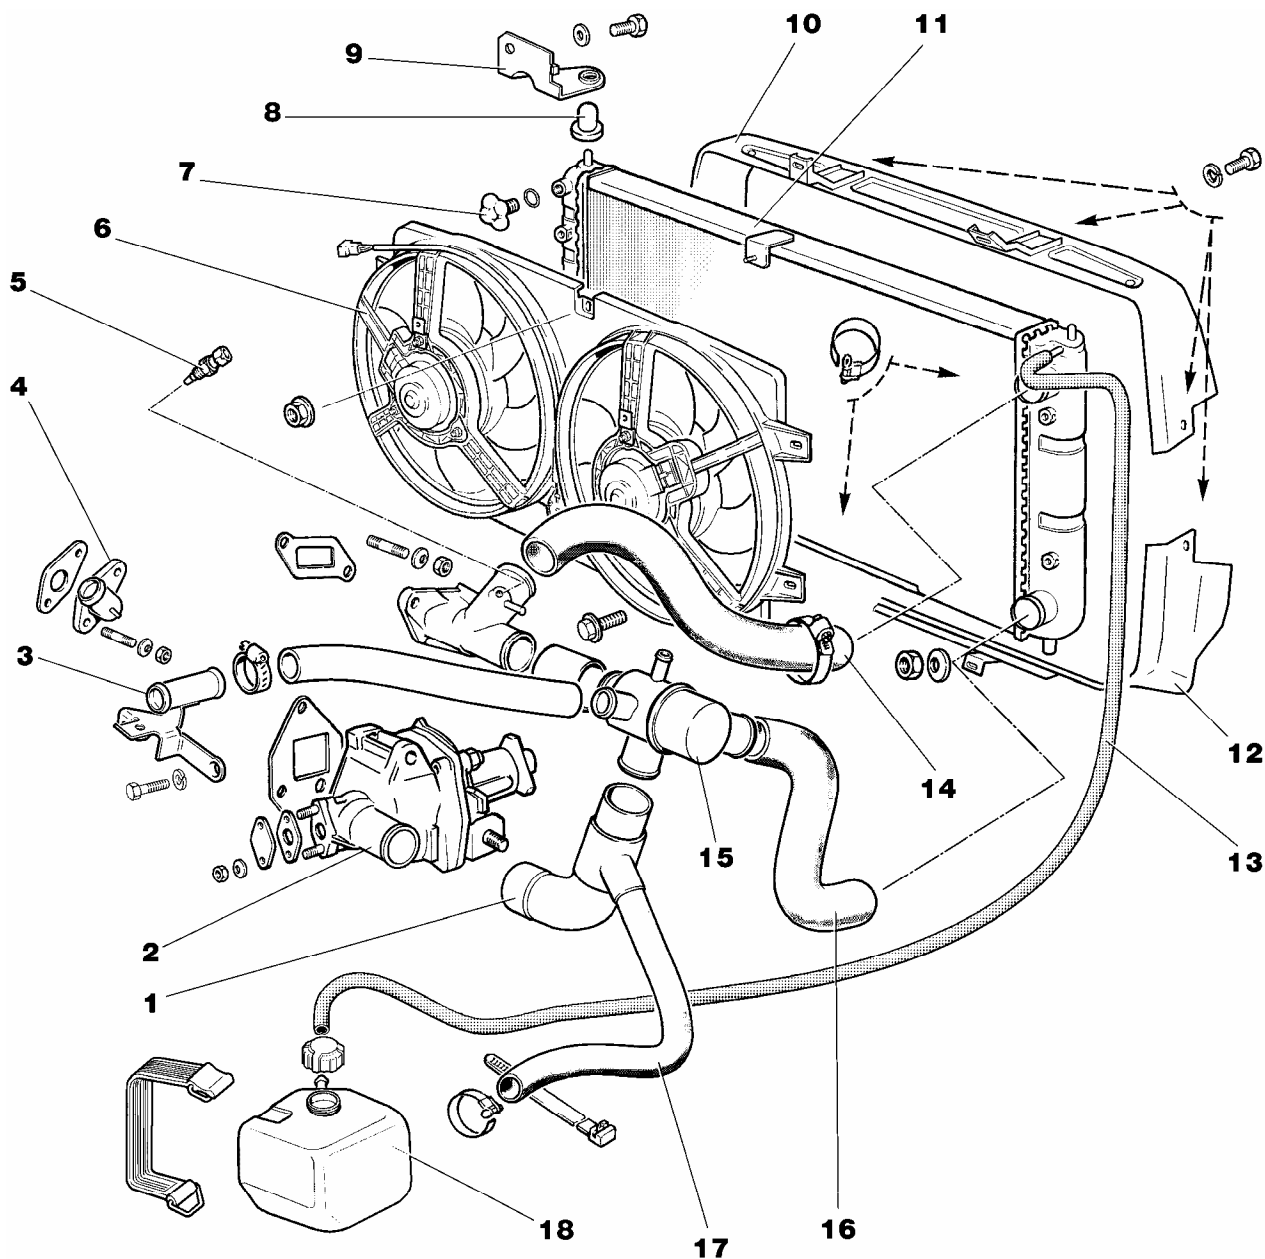
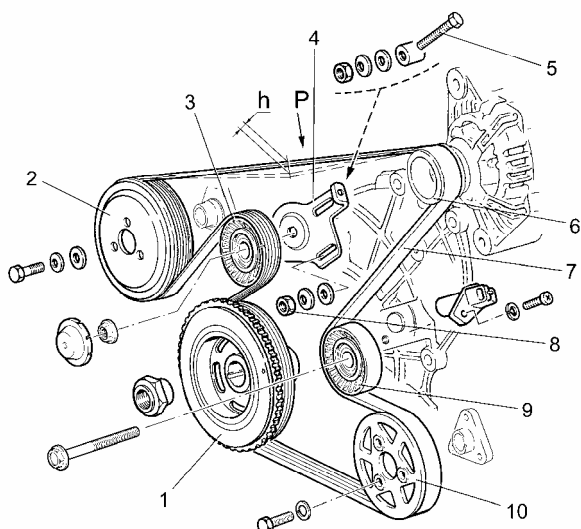
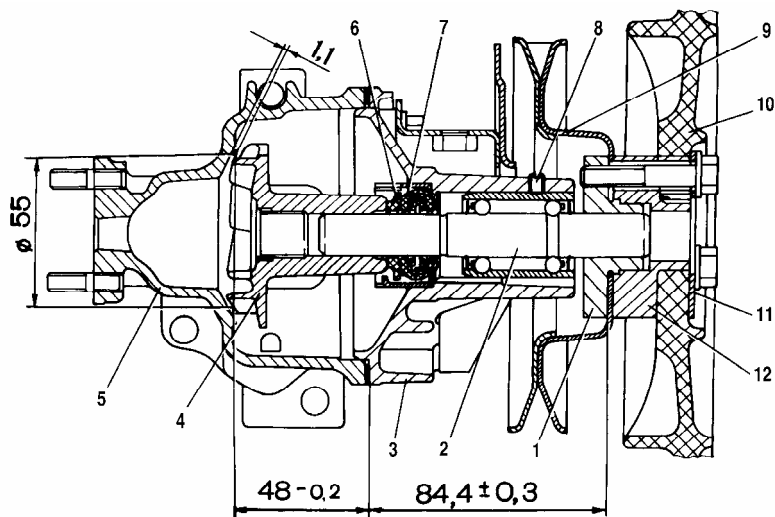

Рис. 2-60. Система охлаждения двигателя:
Рис. 2-61. Схема проверки натяжения ремня привода насоса:
Рис. 2-62. Продольный разрез насоса охлаждающей жидкости:
Устройство системы охлаждения показано на рис. 2-60.
Система охлаждения жидкостная, закрытого типа, с принудительной циркуляцией жидкости, с расширительным бачком 18. Насос (рис. 2-62) охлаждающей жидкости приводится в действие ремнем 7 (рис. 2-61). Радиатор 11 (см. рис. 2-60) трубчатопластинчатый, алюминиевый, с пластмассовыми бачками. К радиатору пятью гайками крепится кожух 6 с двумя электровентиляторами. Электровентилятор имеет
Натяжение ремня проверяется его прогибом между шкивами генератора и насоса охлаждающей жидкости. При нормальном натяжении ремня прогиб h (рис. 2-61) под действием сосредоточенной нагрузки 75 Н (7,6 кгс) должен быть равен (12 ± 1) мм.
- отсоедините корпус 5 (рис. 2-62) насоса от крышки 3;
- выверните стопорный винт 8 (см. рис. 2-62) и выньте подшипник с валиком насоса. Усилие выпрессовки надо прикладывать к наружной обойме подшипника;